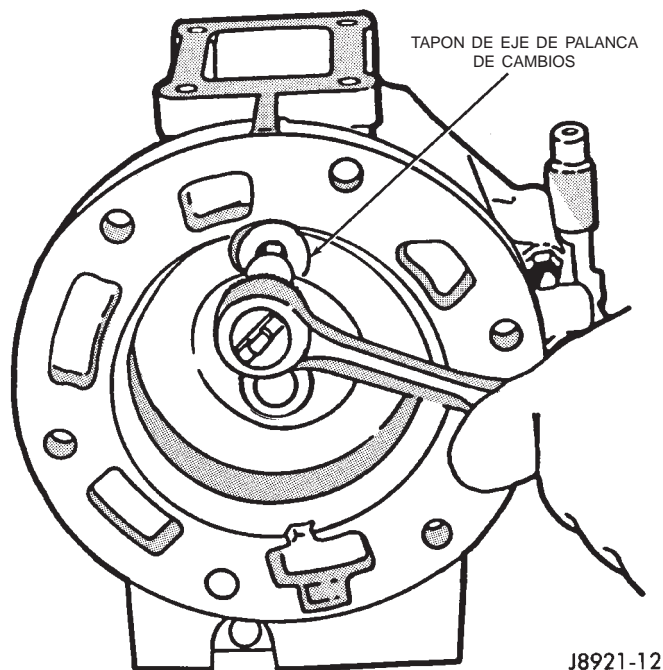

Fig. 24 Extracción de tapón de eje de palanca de cambios
(12) Retire el tapón del eje de la palanca de cambios (Fig. 24).